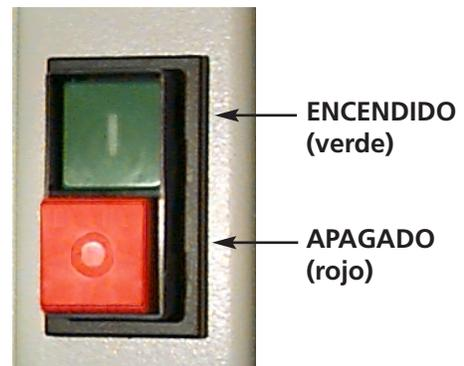

Figura 1-16
1. La Figura 1-16 muestra la corriente en posición ENCENDIDA. APAGUEN la corriente antes de conectar un cable ALGUNO.